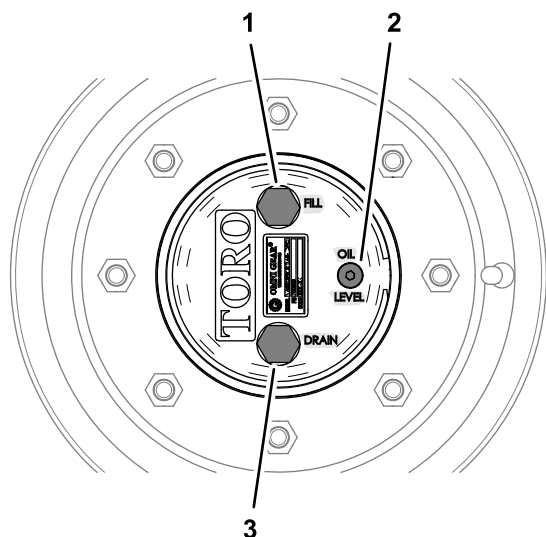

Figura 83
1. Con la macchina su una superficie pianeggiante, posizionate una ruota in modo che il tappo di riempimento si trovi nella posizione superiore (a ore 12) e il tappo di spurgo si trovi alla posizione inferiore (a ore 6) (Figura 83).
1. Con la macchina su una superficie piana, posizionate una ruota in modo che il tappo di riempimento si trovi nella posizione superiore (a ore 12) e il tappo di spurgo si trovi nella posizione inferiore (a ore 6); fate riferimento alla Figura 83 in Controllo del lubrificante per riduttori planetari \(pagina 69\).